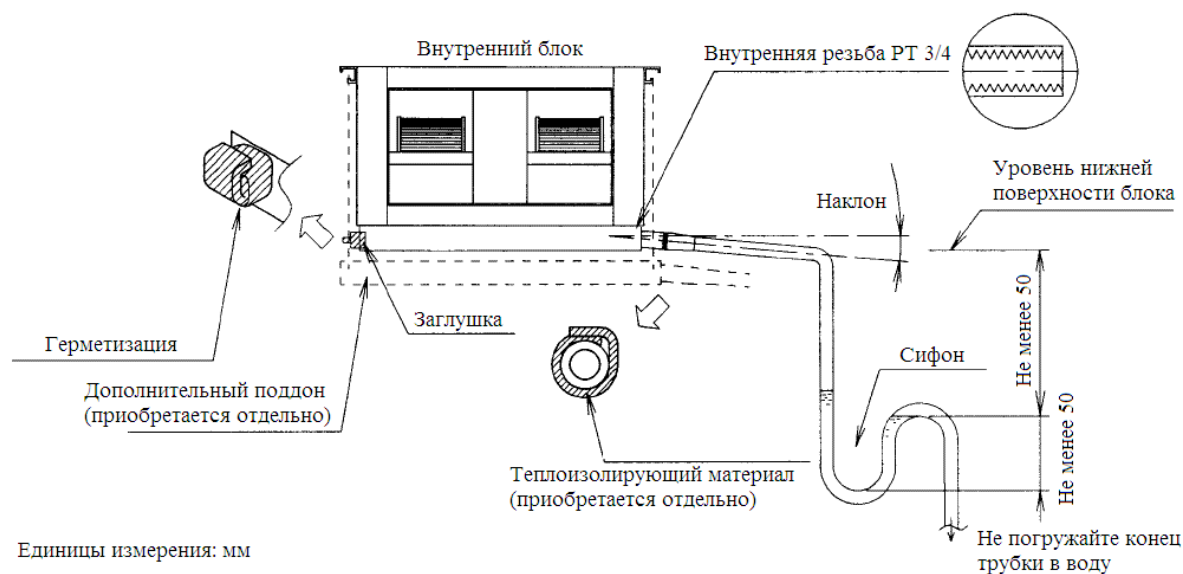

Рис. 11
Если на месте установки повышенная влажность, необходима дополнительная теплоизоляция корпуса блока и дополнительный дренажный поддон (см. Рис. 11). Для теплоизоляции используется стекловата, вспененный полиэтилен или иной подобный материал толщиной не менее 10 мм.
- Смонтируйте систему в соответствии с Рис. 11.
- Дренаж осуществляется тем эффективнее, чем короче дренажная трубка. Начальный участок трубки должен иметь наклон. Фланец дренажной трубки, прилагаемой к внутреннему блоку, имеет внутреннюю резьбу РТ ¼ (см. Рис. 11).
- После подключения дренажной трубки к блоку, оберните ее теплоизолирующим материалом по всей длине (см. Рис. 11).